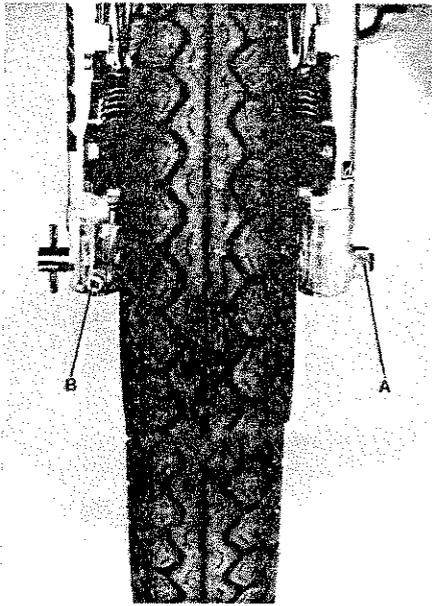

Fig. 198
- 4) Svitare con una chiave ad occhio da 24 il dado (A - Fig. 198) del perno della ruota.
- 5) Allentare con una chiave da 13 mm, il bullone trasversale posto all'estremità inferiore del fodero destro (B - Fig. 198), sfilare il perno della ruota e togliere il distanziale sinistro.
- 3) Posizionare il distanziale sinistro ed infilare il perno, serrando il dado (A - Fig. 198) con la chiave da 24 mm; serrare i bulloni di fissaggio della pinza freno.
- 5) Serrare il bullone trasversale (B - Fig. 198) e avvitare la trasmissione del contachilometri.
- 4) Unscrew the nut (A - Fig. 198) from the front wheel spindle, with a 24 mm ring spanner.
- 5) Loosen the securing bolt located at the bottom of right lower fork leg (B - Fig. 198), with a 13 mm spanner, slide the wheel spindle off and remove the spacer.
- 3) Replace the spacer and refit the wheel spindle tightening nut (A - Fig. 198) with a 24 mm spanner. Tighten the brake caliper securing bolts.
- 5) Tighten bolt (B - Fig. 198) and refit the speedometer drive.